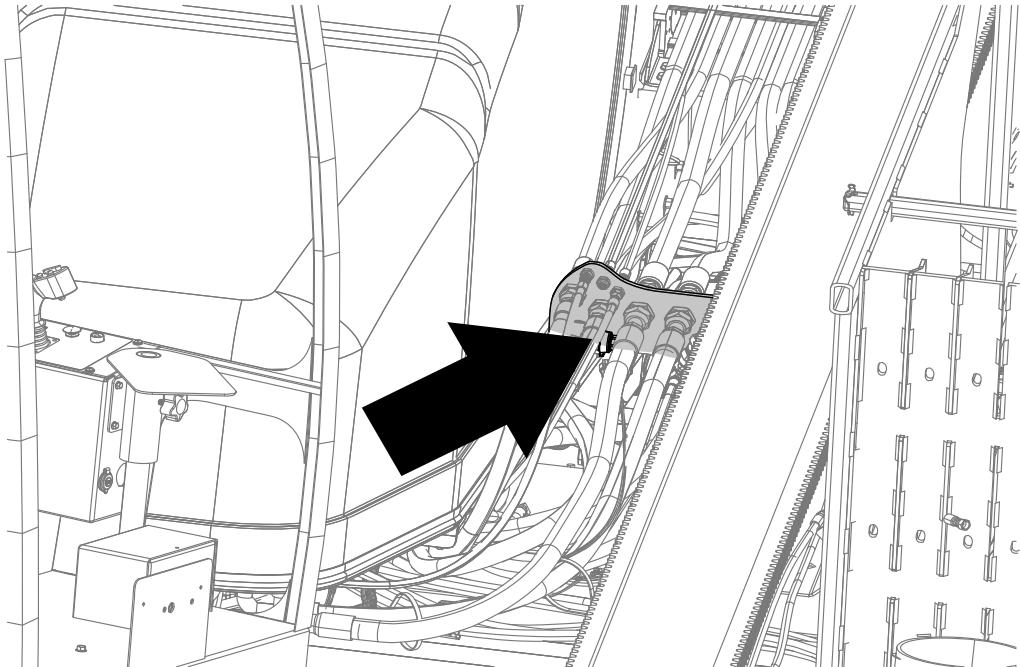

Figure 1
1. Localisez le transducteur sous la paroi, juste au-dessus du transmetteur du réservoir de carburant (Figure 1).